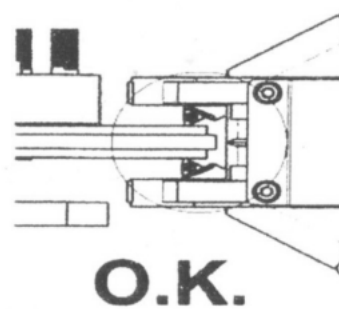

Рисунок 27
4. При необходимости подложите шайбу между универсальным кронштейном и отверстием для крепления тормозного суппорта (рис.27), чтобы достигнуть совпадения оси установки блока проточки с центральной линией тормозного диска.
5. На рис.27 изображена правильная установка. Избегайте ошибок, показанных на рис.26.